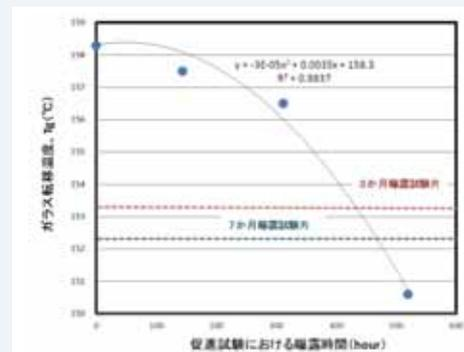

図2 曝露試験片とガラス転移温度の関係
③型は、硬鋼のような上降伏点、下降伏点が存在する応力-変位量の関係が得られています。紫外線と水分が存在する場合、塑性変形領域が大幅に縮まっています。これは経年変化を受けたポリカーボネート板が割れやすい、という事象に合致します。今回測定対象とした樹脂の中で最も強度のある素材でありませんが、素材の保管方法、使用環境に注意を要する素材であるといえます。
樹脂の変性具合を評価するために、③型のPC樹脂の曝露試験片におけるガラス転移温度(Tg)を示差走査熱量測定装置により測定しました。図2に曝露試験片とガラス転移温度の関係を示します。曝露促進時間の増大とともに、Tgは低下しています。表面の劣化具合において、3ヶ月及び7ヶ月の屋外曝露試験片におけるTgの変化では、促進曝露試験片における320~520時間の値に相当しています。